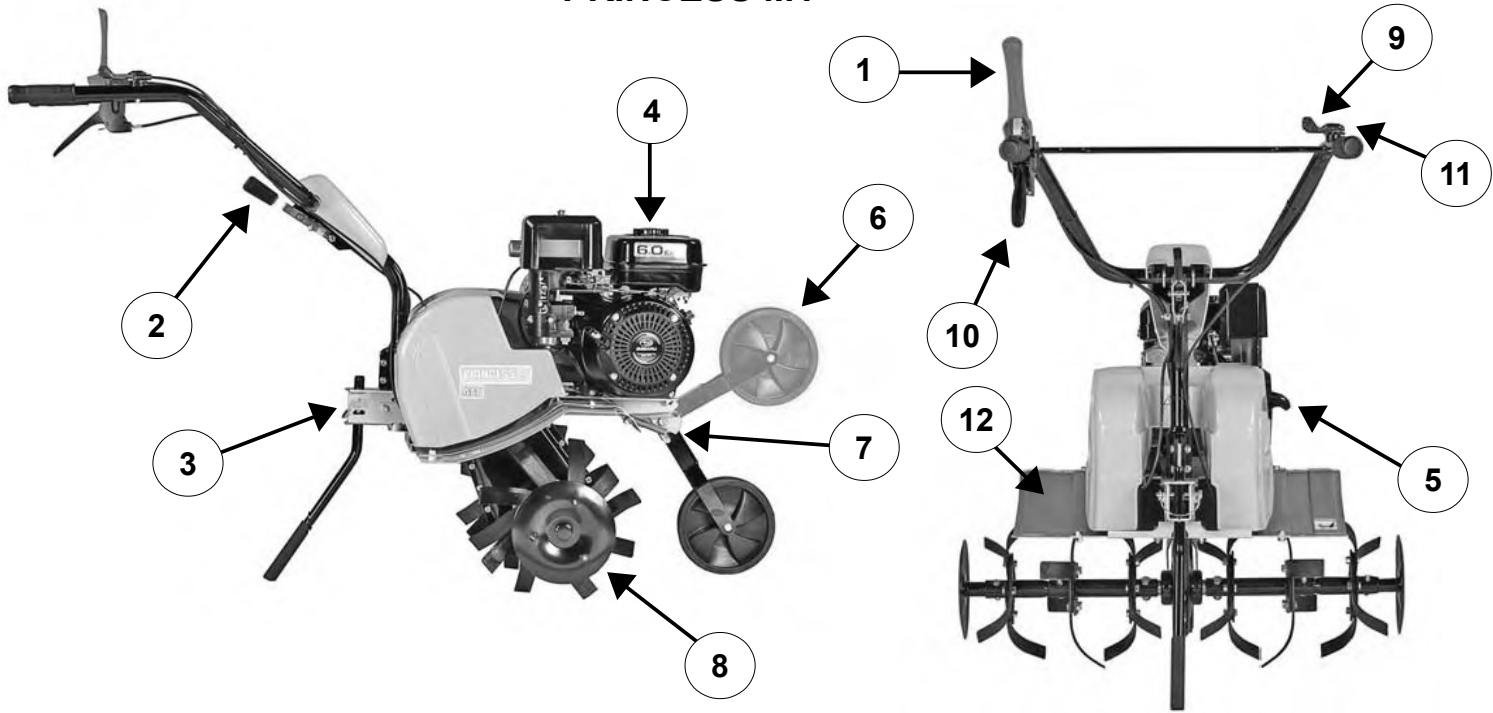

Fig. 1
- Monte a roda de movimento (fig. 1 – fig. 2 – fig. 3, n. 6) introduzindo a mola.
- Monte a espora (fig. 1 – fig. 2 – fig. 3, n. 3).
- Monte os guarda-lamas (fig. 1, n. 12 – fig. 2 – fig. 3, n. 13).
- Regule a altura do guiador para o adaptar melhor à posição de trabalho com a manopola (fig. 1 – fig. 2 – fig. 3, n. 2).
- Regula a profundidade de trabalho baixando ou levantando a espora traseira (fig.1 – fig. 2 – fig. 3, n. 3).
- Puxe o suporte da roda de movimento para baixo e ponha-o para cima (fig. 1 – fig. 2 – fig. 3, n. 7).
- Acelere o motor (fig.1 – fig. 2 – fig. 3, n. 9).
- Aprete lentamente a alavanca de avanço até a máquina começa a mover-se (fig. 1 – fig. 2 – fig. 3, n. 1).
- Para parar a máquina solte a alavanca de avanço (fig. 1 – fig. 2 – fig. 3, n. 1).
- Desligue o motor puxando o interruptor do motor (fig. 1, n. 11 – fig. 2 – fig. 3, n. 12). Consulte o manual do motor.